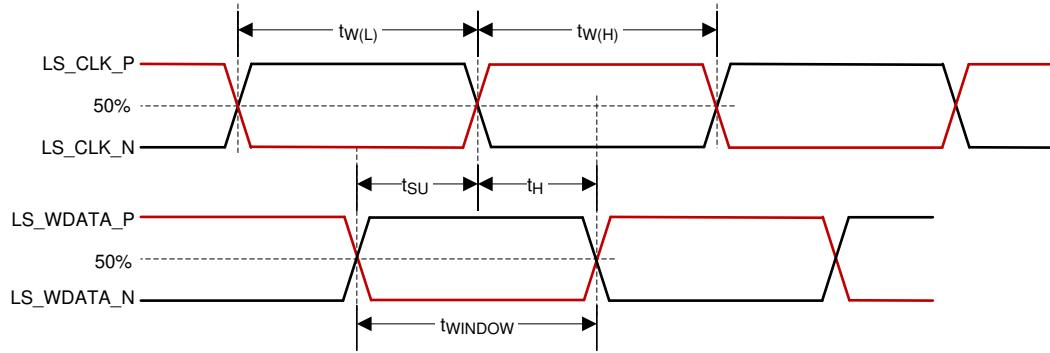

図 5-5. LSIF のタイミング要件
(3) LSIF のパルス持続時間の High 時間および Low 時間については、図 5-5 を参照します。
(4) LSIF のセットアップ時間およびホールド時間については、図 5-5 を参照します。